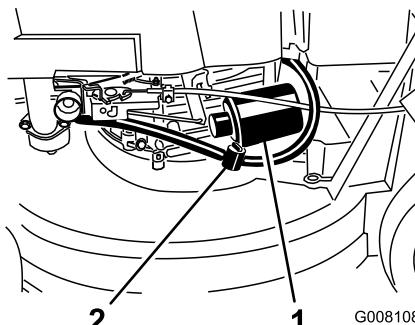

Figure 22
5. Placez un chiffon sous le filtre à huile pour recueillir l'huile qui peut s'écouler lors du retrait du filtre (Figure 22).
3. Fermez le robinet d'arrivée de carburant (Figure 22).